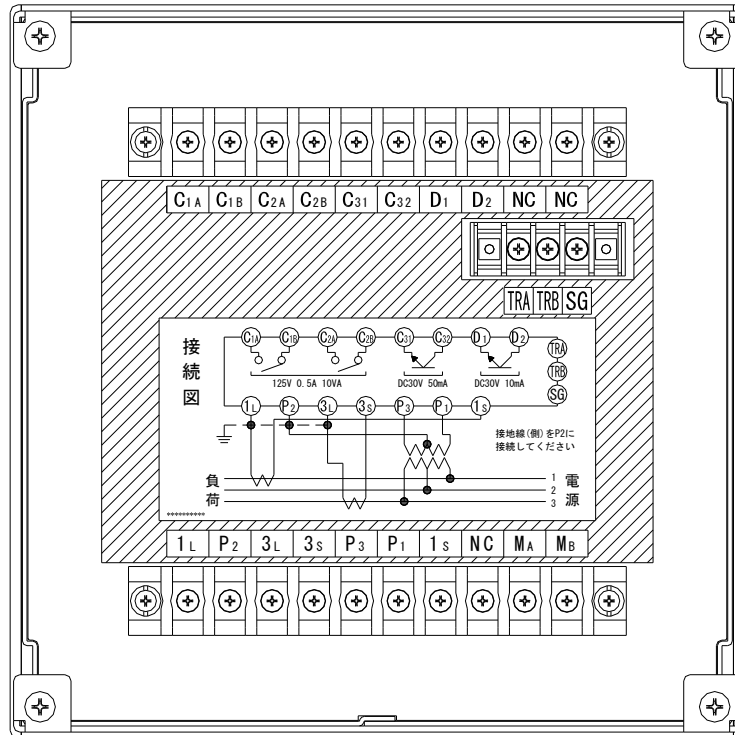
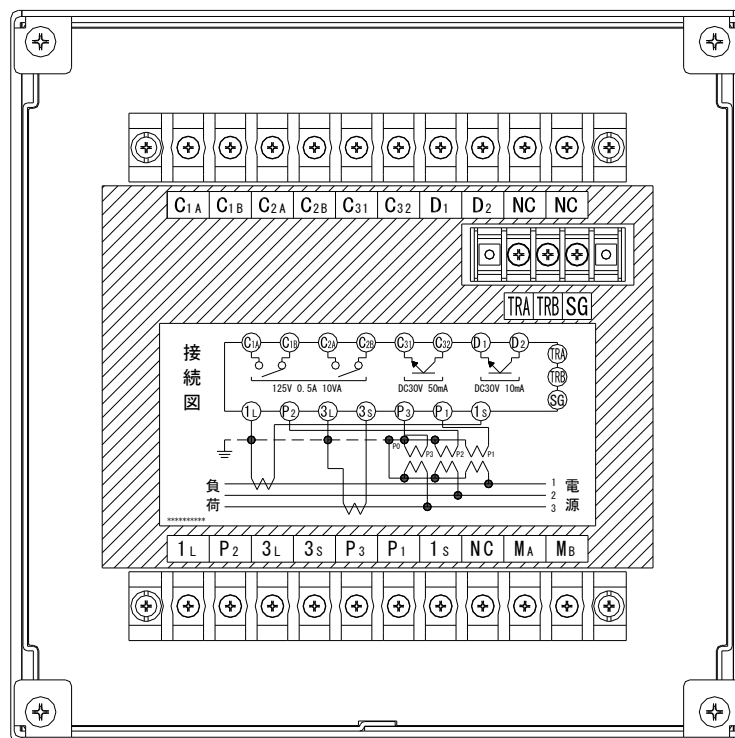
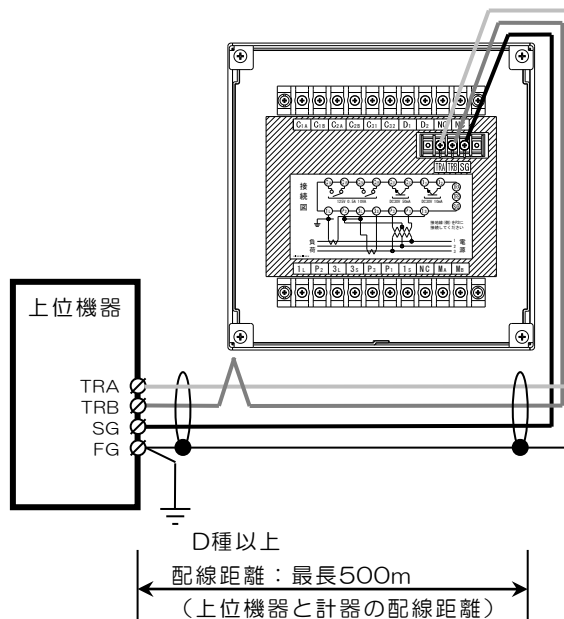
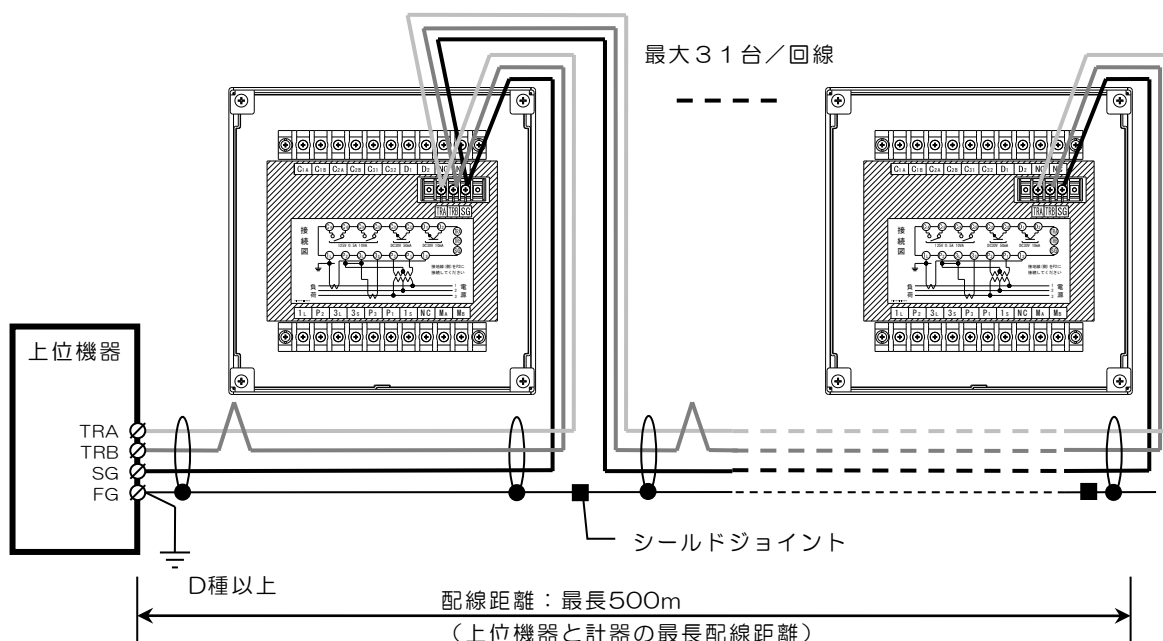

図 3. 端子および接続ラベル（2 トランスの場合）
図 4. 端子および接続ラベル（3 トランスの場合）
図7. 通信線配線図 (1:1の場合)
図8. 通信線配線図 (1:Nの場合)
強制	■電圧端子（P1、P2、P3）、電流端子（1S、1L、3S、3L）、発振パルス端子（C1A・C1B、C2A・C2B）、器差試験パルス端子（D1、D2、C31、C32）、通信端子（TRA、TRB、SG）は、定格・接続方法*を確認のうえ正しく、確実に接続すること。過電圧や過電流を印加しないこと 誤使用や誤接続、過電圧や過電流の印加は、火災・けが・故障の原因となります。通電前に必ず配線を確認してください。 *3ページの図3、図4を参照 *6ページの図7、図8を参照
- (1) 接続は、計器背面の端子および接続ラベル（図 3、図 4）を参照して正しく確実に行ってください。